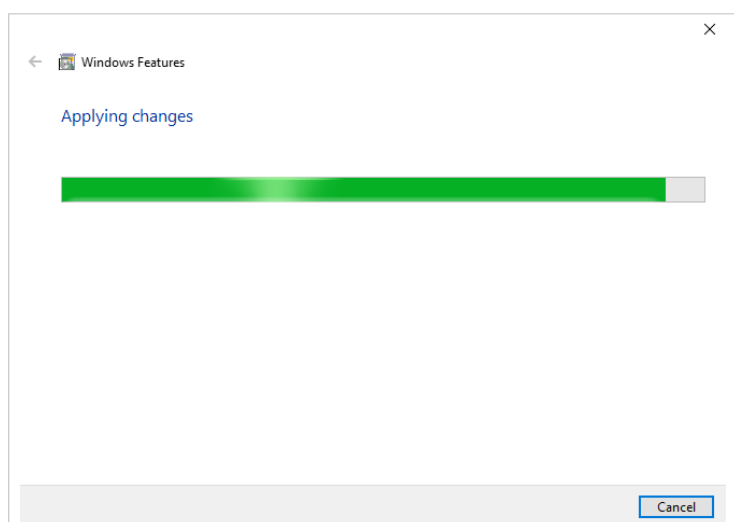

Figure 30 Barre de progression
6. Attendez que la barre de progression soit complète (voir la Figure 30).